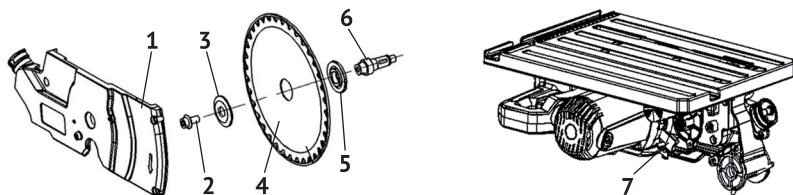

рис.2
### 3.4 Замена пильного диска (см. рис.2)
- нажать рычаг блокировки шпинделя (рис.2 поз.7);
- шестигранным ключом (из комплекта поставки) открутить поворотом по часовой стрелке (резьба левая) болт крепления диска (рис.2 поз.2);
- снять со шпинделя (рис.2 поз.6) зажимной фланец (рис.2 поз.3) и (при замене) использованный диск (рис.2 поз.4);
- очистить опорный (рис.2 поз.5) и зажимной фланцы, внутренние части защитных кожухов;